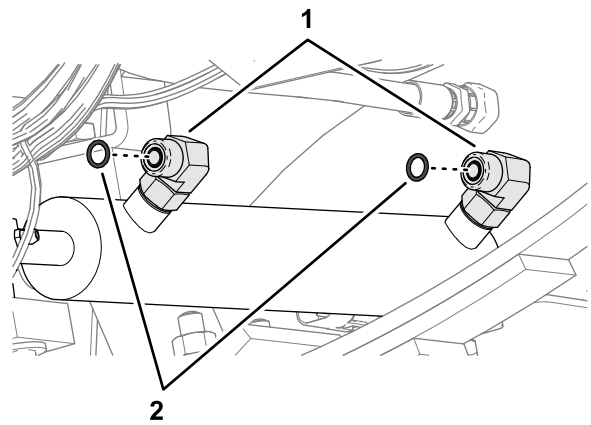

Bild 120
3. Entfernen Sie die beiden O-Ringe in den Stirnseiten der 90°-Anschlussstücke in den Arbeitsanschlüssen (Aus- und Einfahren) des Lenkzylinders (**Bild 120**).
4. Setzen Sie zwei neue O-Ringe mit einem Durchmesser von 9,2/1,8 mm in die Nuten der 90°-Anschlussstücke ein (**Bild 120**).